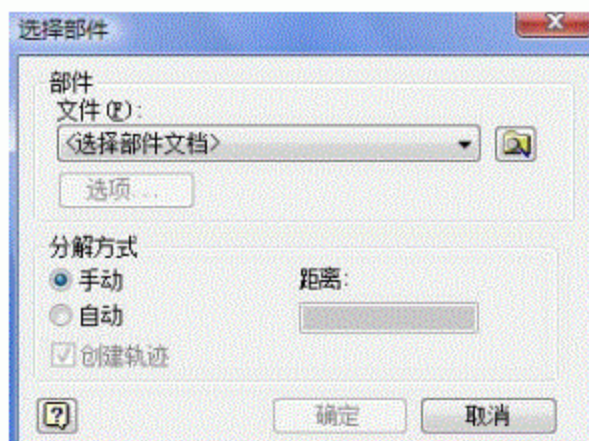

图4-4 “选择部件”对话框
- 2) 在表达视图面板上选择“创建视图”图标按钮，打开如图4-4所示的对话框。